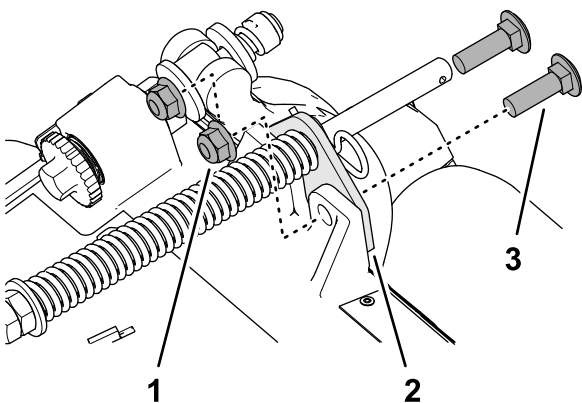

Figura 18
2. Îndepărtați cele 2 contrapiuli cu guler ($\frac{3}{8}$ ") i cele 2 uruburi de fixare ($\frac{3}{8}$ " x $1 \frac{1}{4}$ ") care fixează suportul de compensare pentru gazon pe cadrul unităii de tăiere (Figura 18).